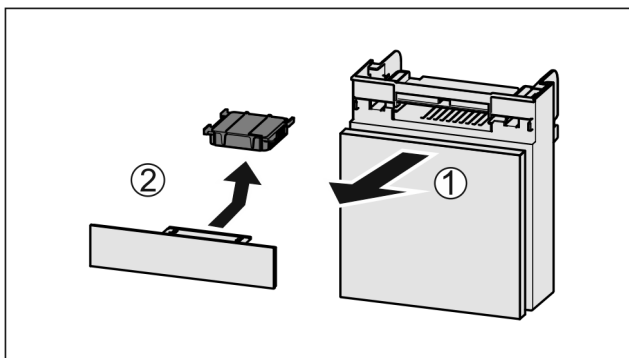

Fig. 152
- ▶ Потягніть Fig. 152 (1) відділення вперед.
- ▶ Витягнути Fig. 152 (2) фільтр з активованого вугілля.